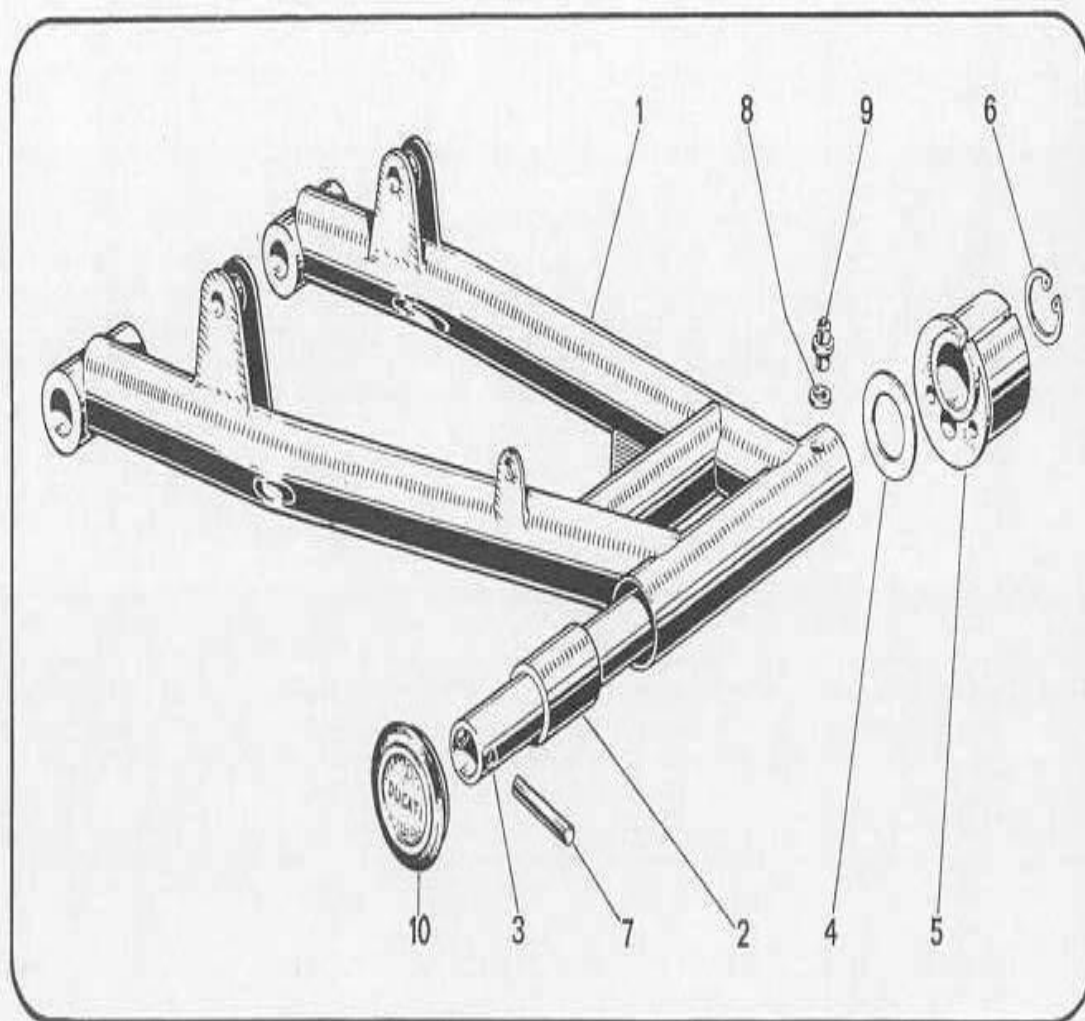

Fig. 100
- 2) Smontare i due coperchietti di plastica (10) (vedi Fig. 100) da ambo i lati del motociclo.
- 3) Smontare i due anelli seeger (6) da ambo i lati del motociclo.
- 4) Con una spina e un martello battere fuori il perno 3 del forcellone in quantità appena necessaria per potere smontare la spina (7).
- 5) Smontare la spina (7).
I pezzi che compongono questo gruppo sono illustrati nella fig. 100 e sono:
- 2) Remove the two plastic caps 10 (see fig. 100) on both sides of the motorcycle.
The components of this group are shown in fig. 100 and are: